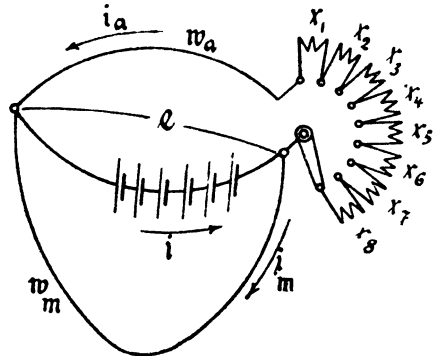

Fig. 80.
wo n die Anzahl der Stufen (8 in Fig. 80) bezeichnet.
Für die einzelnen Stufen der Fig. 80 gelten die Formeln
*) Aus der Fig. 80 erkennt man, daß i_m , also auch \mathcal{D}_0 , unabhängig ist von der Stellung der Anlasserkurbel. Ist aber \mathcal{D}_0 konstant, so zeigt die Formel 49, daß auch der Ankerstrom derselbe bleibt, wenn das Drehmoment PR konstant ist, was vorausgesetzt werden soll. Ist in Fig. 80 nur der Widerstand x_1 eingeschaltet, so durchfließt der Ankerstrom i_a die Widerstände x_1 und w_a , in denen die Spannung $i_a (w_a + x_1)$ verloren geht, so daß die elektromotorische Gegenkraft des Ankers ist